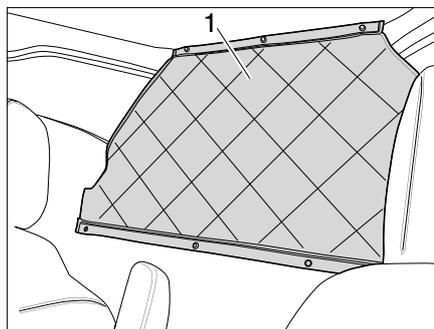

Bild 41 Durchstiegsabdeckung aufrollen
- Durchstiegsabdeckung (Bild 41,1) öffnen und aufrollen.